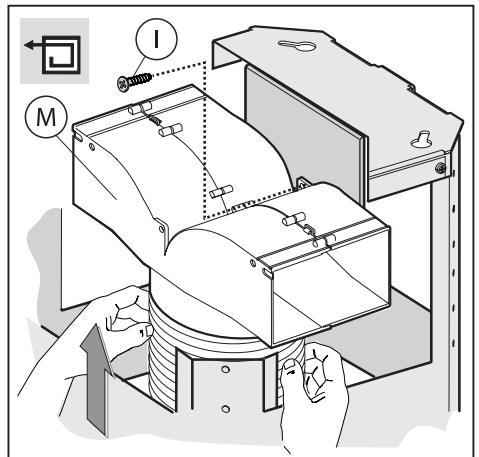
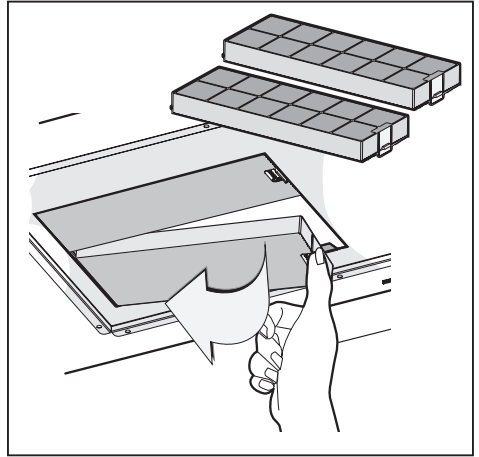
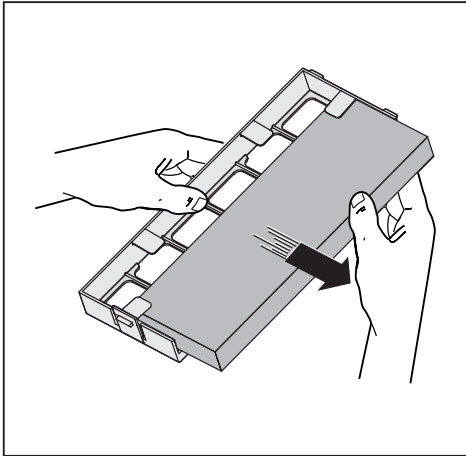

Fig.8
Fig.17
Fig.18
- **Versione filtrante:** abbiamo disponibili due tipi diversi di Kit, uno con filtri a carbone a cassetta (Fig.17) e l'altro con i filtri al carbone rigenerabili (lavabili) (Fig.18).
- Collegare il tubo flessibile al deflettore **M** e fissare la vite **I** come indicato in Fig.8, i filtri al carbone attivo devono essere applicati al gruppo aspirante posto all'interno della cappa (Fig.17).